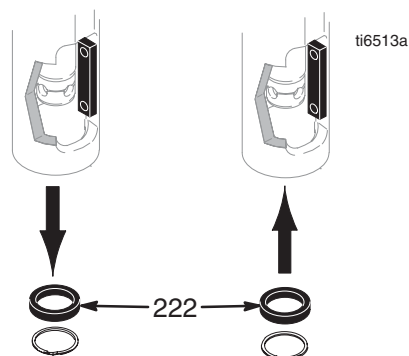

Fig. 10
4. Fig. 10. Retire anillo magnético (150).
1. Fig. 10. Instale un nuevo anillo magnético (222) con las marcas abolladas dirigidas hacia abajo.